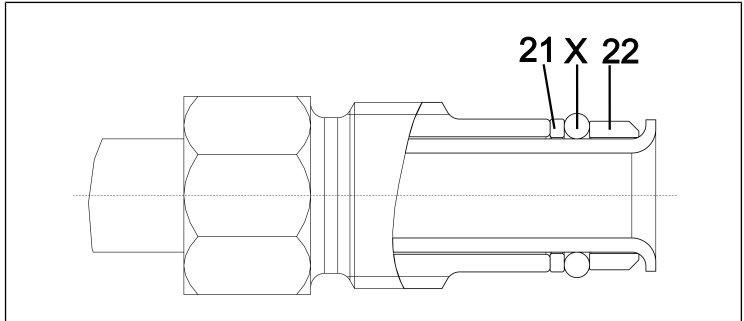

Fig. 18: Corretta posizione dell'O-ring
i Durante la sostituzione degli O-ring, accertarsi che i nuovi O-ring siano posizionati correttamente (fra bussola (22) e rondella scorrevole (21; vedere Fig. 18).